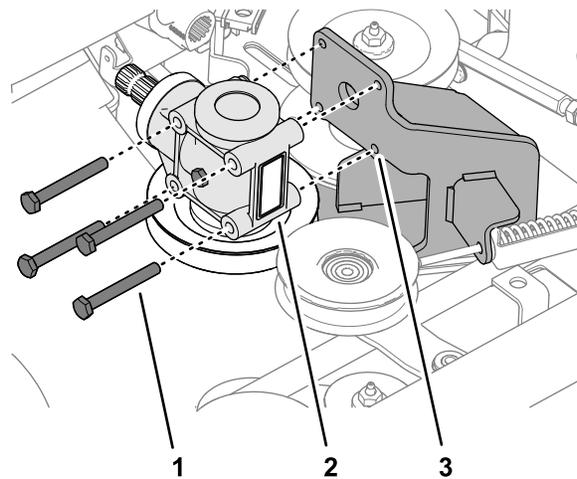

図 118
2. ギアボックスをギアボックスサポートに固定しているボルト4本を外す 図 118。
1. ギアボックスの穴とギアボックスサポートの穴とを合わせる 図 118 ギアボックスの取り外し \(ページ 75\)を参照。